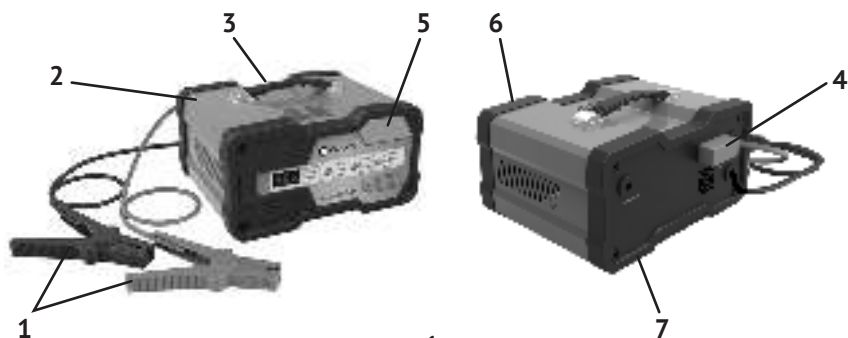

рис.1
1.6 Общий вид ПЗУ представлен на рис.1
1.7 Пуско-зарядное устройство состоит из электрических элементов с инверторным блоком и микропроцессором, преобразующих переменный ток в постоянный и управляющих, в автоматическом режиме, процессами зарядки АБ или запуска двигателя с помощью ПЗУ. Все элементы устройства расположены в металлическом корпусе (рис.1 поз.2), закрытом пластиковыми панелями (рис.1 поз.6 и 7). Элементы управления (сенсорные переключатели) и контроля (трёхразрядный светодиодный дисплей и индикаторы) выведены на панель управления (рис.1 поз.5) на передней панели (рис.1 поз.6) ПЗУ. На задней панели выведены провода (рис.1 поз.1) с зажимами подключения заряжаемой АБ и кабель питания с вилкой для подключения к сети. В верхней части корпуса находится ручка (рис.1 поз.3) для удобства перемещения ПЗУ. Под пластиковой крышкой (рис.1 поз.4) на задней панели (рис.1 поз.7) находится предохранитель (80 А).
1.8 На цифровом дисплее (рис.1 поз.1) отображается: напряжение подключённой АБ перед зарядкой, напряжение или % заряженности АБ во время зарядки, зарядный ток или интервал последующего запуска двигателя при помощи ПЗУ. По окончании зарядки на дисплее высвечивается сообщение «FUL», информирующая о полной зарядке АБ. Индикаторы дисплея:
- нажав на торцы, снять крышку предохранителя (рис.1 поз.4);